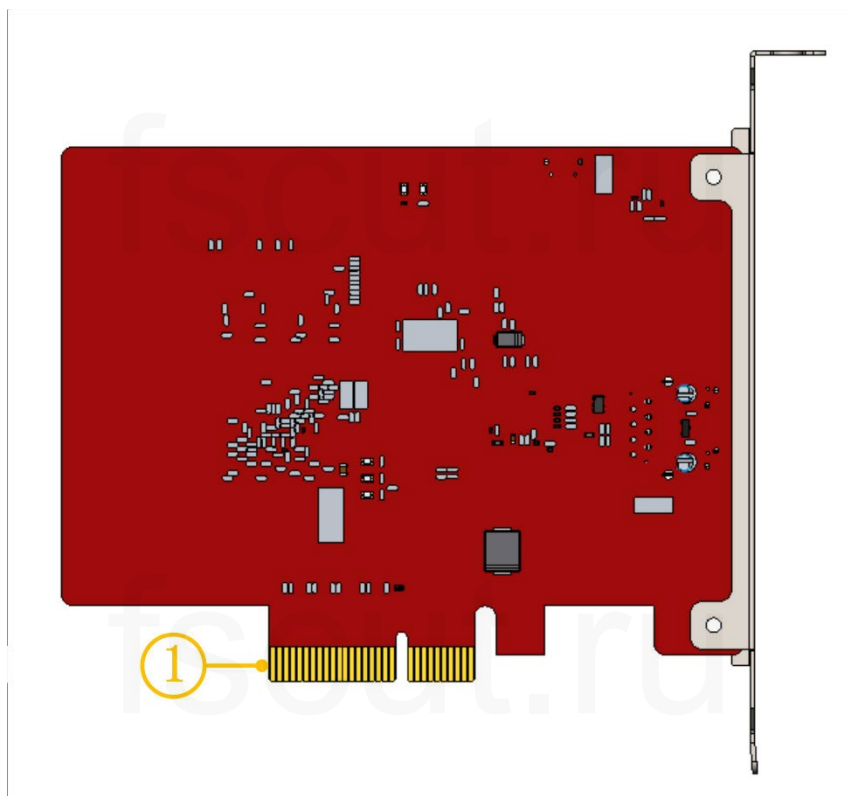

Рис. 6. Позолоченные контакты
Гнездо PCIE BMC2282 – X4 (Рисунок 6①) можно использовать для X4, X8, X16. Стандарт протокола– V2.0 (Gen2), и требования к материнской плате представлены в Таблице 2-3.